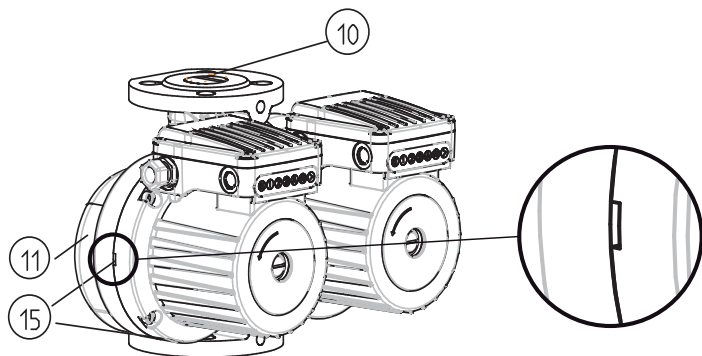

Fig.3
- Pompele SCRFED au carcasă hidraulică dublă (Fig.3 – POS.11), aici este înglobată o clapă oscilantă (Fig.3 – POS.10), care basculează automat, depinzând de direcția debitului uneia sau celeilalte pompe.